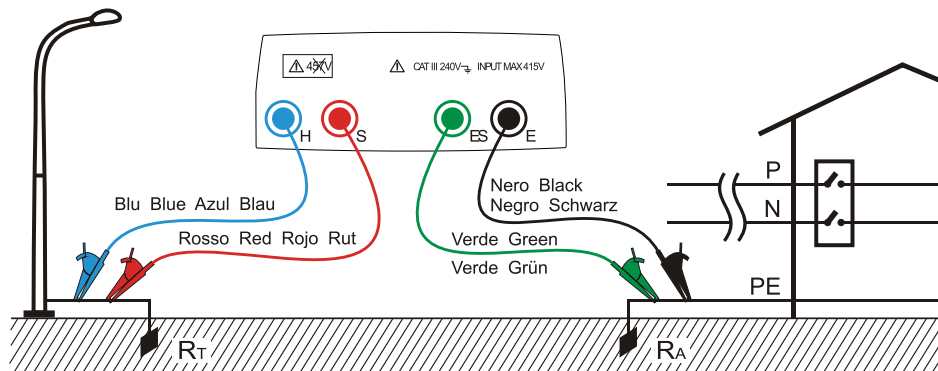

Fig. 3: Medición de la resistencia de tierra a dos puntos utilizando un dispersor auxiliar
En (ver Fig. 3) se está utilizando como dispersor auxiliar el alumbrado público, aunque puede ser utilizado cualquier cuerpo metálico introducido en el terreno que respete las condiciones anteriormente comentadas.
El instrumento visualizará como resultado el valor de la suma $R_A + R_T$ (ver Fig. 3 y Fig. 4). Por tanto la medida obtenida será más aproximada al valor R_A (valor esperado) cuanto más valor tenga el dispersor auxiliar R_T resultando despreciable respecto a la misma R_A . Además la medida será aumentada “a favor de la seguridad” sobre el termino R_T , osea cuando el valor $R_A + R_T$ resulte igual con las protecciones, con mayor motivo solo será el termino R_A
6. Conecte los cocodrilos al dispersor auxiliar de la instalación en examen (ver Fig. 3 Fig. 4)